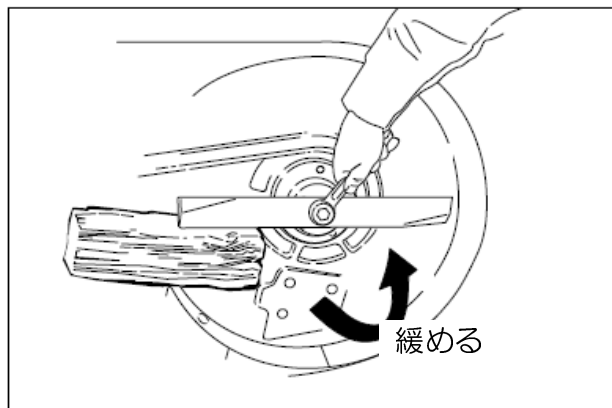

図 24 ブレードの取り外し
2. 研磨するために、ブレードを外します。図 24 のように、木のブロックを使用して、ブレードの回転を押さええます。ブレード取付スクリューを取り外してください。